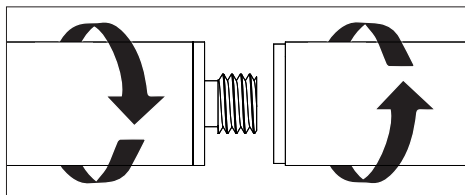

Figure 1 / Figure 1 / Figura 1
1. Assemble poles by threading one into the other. Assemble the Ceiling Pole Mount by threading it into a pole end. (Figure 1)
1. Assemblez les montants en les enfilant les uns dans les autres. Assemblez le montant de plafond en le vissant dans une extrémité d'un montant. (Figure 1)